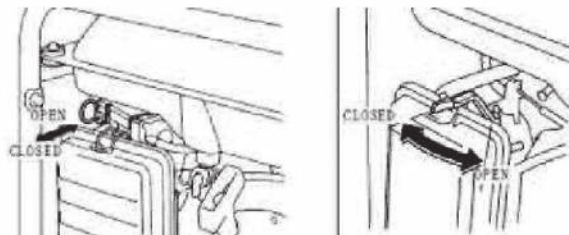

Рис. 4
3. Переведите рычаг заслонки в положение (I) «Запуск» (только при холодном двигателе) (Рис. 4).